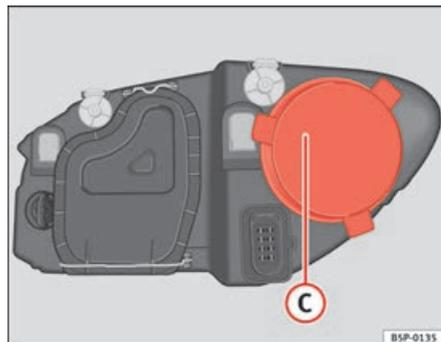

Abb. 190 Fernlicht
- Den Deckel ⇒ Abb. 190 C abziehen.